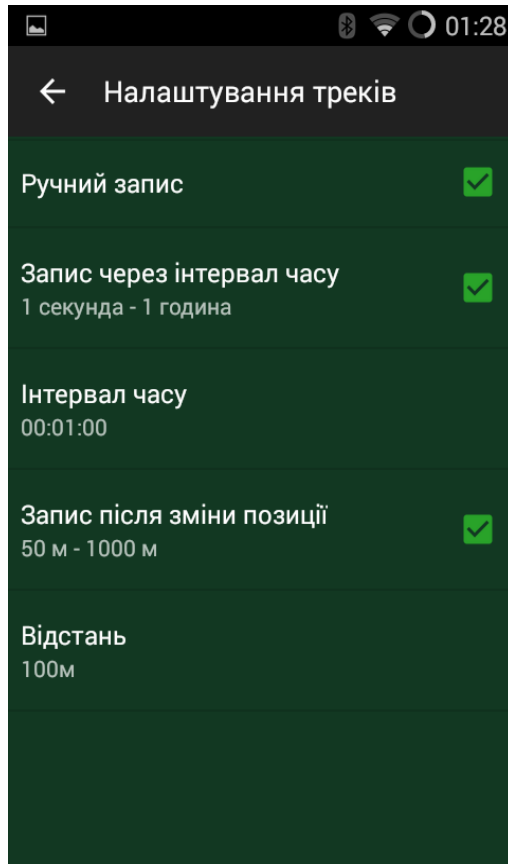

Рисунок 2.71 – Налаштування треків
2. Треки – можна переглянути або змінити параметри запису треків (див. рис. 2.71), а саме: